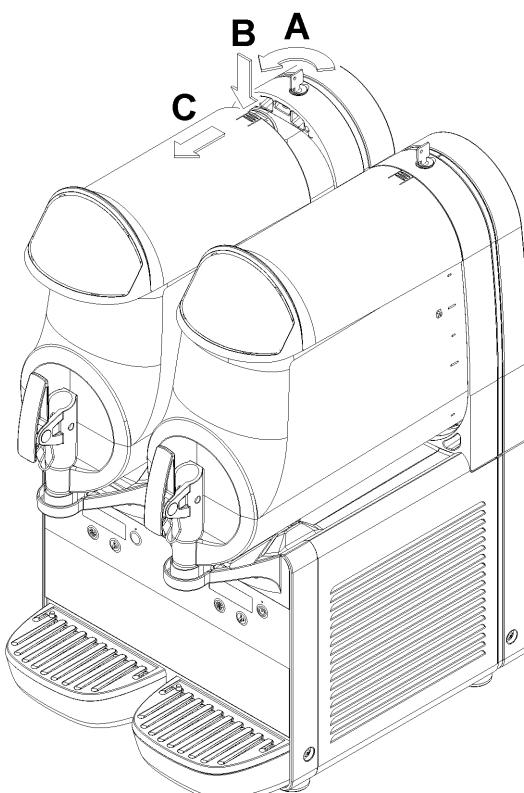

figura 2
Si la máquina dispone de cerradura para el cierre de seguridad de la tapa, girar la llave en el sentido contrario al de las agujas del reloj y desbloquear la tecla de apertura (ver figura 2).
- 1** Para quitar la tapa del recipiente, pulsar la tecla superior B y deslizar la tapa C hacia la parte anterior del recipiente. Si la máquina dispone de cerradura para el cierre de seguridad de la tapa A, girar la llave en el sentido contrario al de las agujas del reloj y desbloquear la tecla de apertura (ver figura 2).